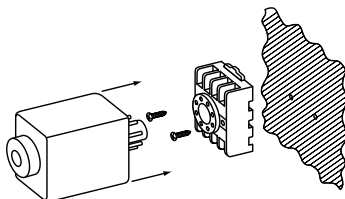

Рисунок 8. Монтаж реле на монтажную плоскость
- на монтажную плоскость при помощи разъема P8Ц (см. рисунок 8);